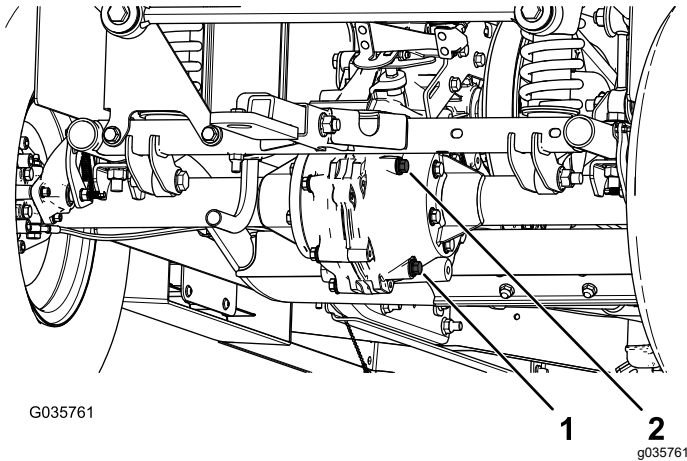

Figura 62
4. Retire el tapón de llenado del transeje (Figura 62).
5. Si el nivel de fluido es bajo, retire el tapón de llenado y añada fluido del tipo especificado hasta que salga del orificio (Figura 62).
1. Coloque un recipiente debajo del tapón de vaciado (Figura 62).
2. Retire el tapón de llenado y la junta (Figura 62).
3. Retire el tapón de vaciado y la junta, y deje que el fluido se drene completamente (Figura 62).